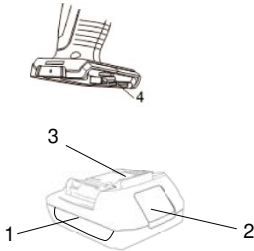

Рис.1
Вставте акумуляторний блок (1) до фіксації (Рис.1).